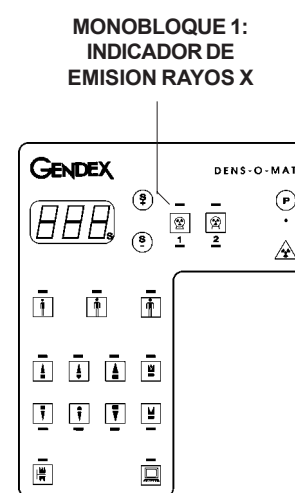

Figura 2
- 4) Apretar el conmutador de mano y verificar que el indicador Emisión rayos X (ver figura 2) del Monobloque 1 se encienda y que durante la emisión el sistema emita una señal acústica.